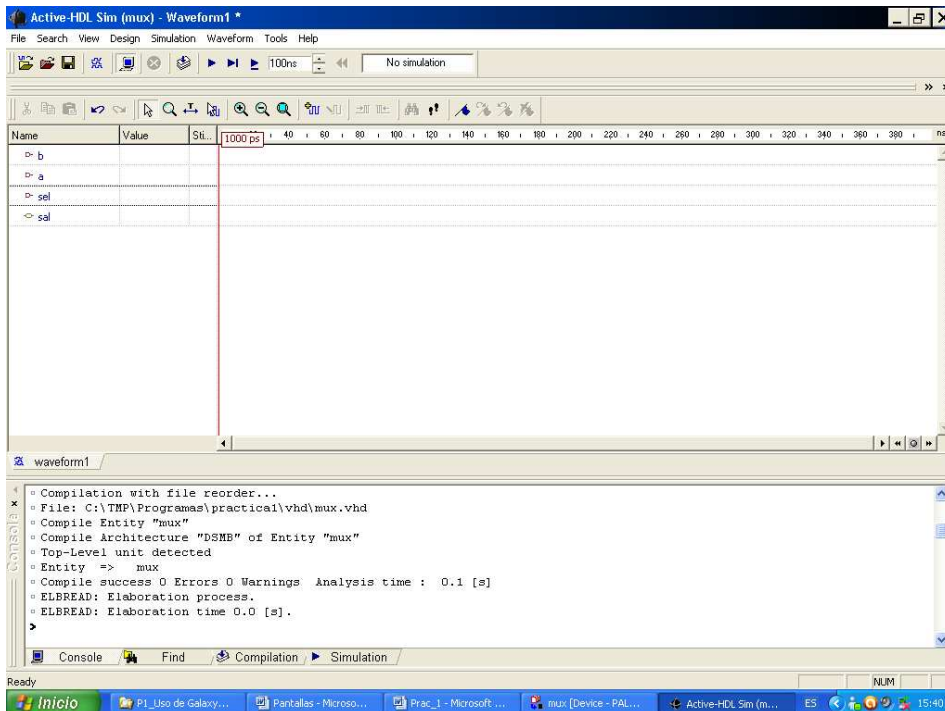

Figura 6. Ventana de simulación con las señales a excitar y monitorear
11. En este caso se seleccionan las entradas **Sel**, **a**, **b** y la salida **Sal**, para posteriormente agregarlas dando clic en el botón **<Add>**. Una vez hecho esto, aparecerán todas las señales en pantalla, como se muestra en la figura 6. Es posible ordenarlas como al usuario convenga.